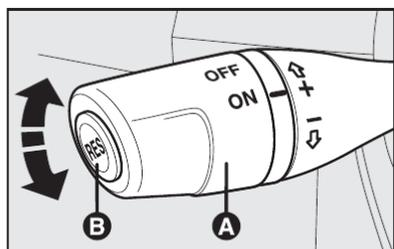

fig. 63
COMANDOS - fig. 63
O piloto automático é comandado pela alavanca **A**-fig. 63.
1) Apertando o pedal do acelerador e em seguida memorizando a nova velocidade atingida (posicionando a alavanca **A**-fig. 63 para cima (+) por pelo menos três segundos);